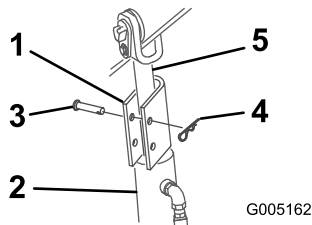

Figure 16
4. Posez un dispositif de blocage sur la tige de chaque vérin de levage (Figure 16).
5. Fixez chaque dispositif à de blocage à l'aide d'un axe de chape et d'une goupille fendue (Figure 16).